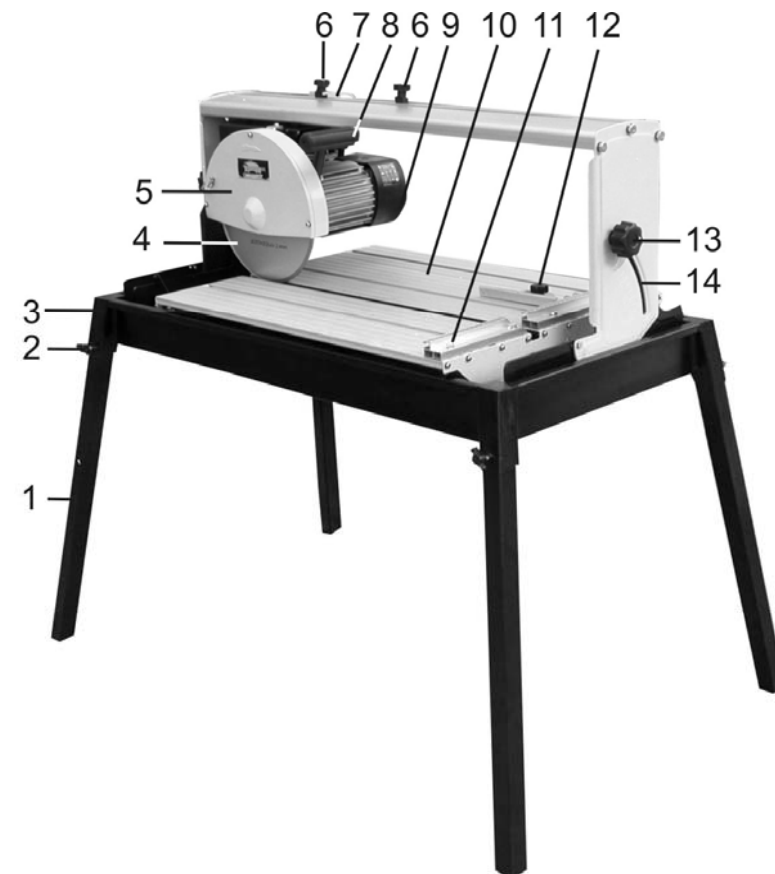
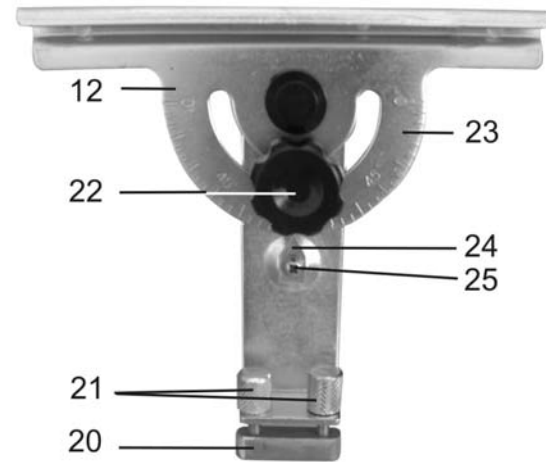

Рис.2
Рис. 7
## 7. УСТРОЙСТВО Рис. 2,3
## 8. ТРАНСПОРТНОЕ ПОЛОЖЕНИЕ (Рис. 2,3)
## 9.2. Сборка плиткореза (Рис.2)
9.2.3. Установите пластину (20), Рис. 7, на регулируемом упоре (12), используя винты крепления (21), как показано на Рис.2, и закрепите на направляющей планке (11) рабочего стола (10).
### 10.1. Регулировка угла резания (Рис. 2,3,7,8)
### 11.1. Принцип работы (Рис. 2,3)
### 11.2. Подготовка к работе (Рис. 2, 8)
### 11.3. Выполнение работы (Рис. 2,3)